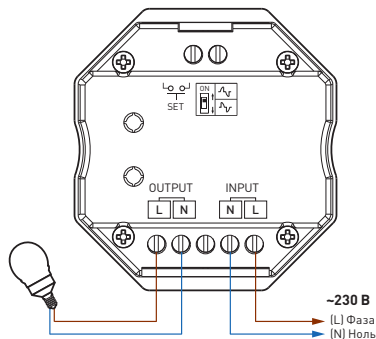
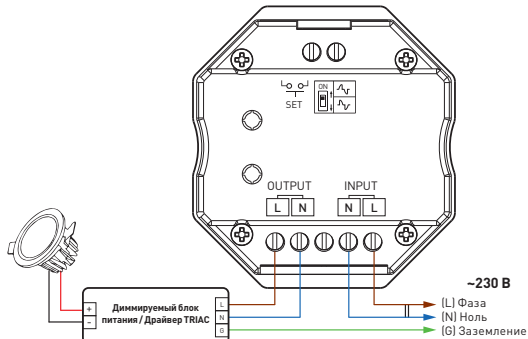

Рис. 4. Схема подключения диммируемых ламп с питанием AC 230 В
Рис. 5. Схема подключения светодиодных светильников или светодиодной ленты
- 3.3. Подключите панель согласно схеме на рис. 4. или рис. 5.